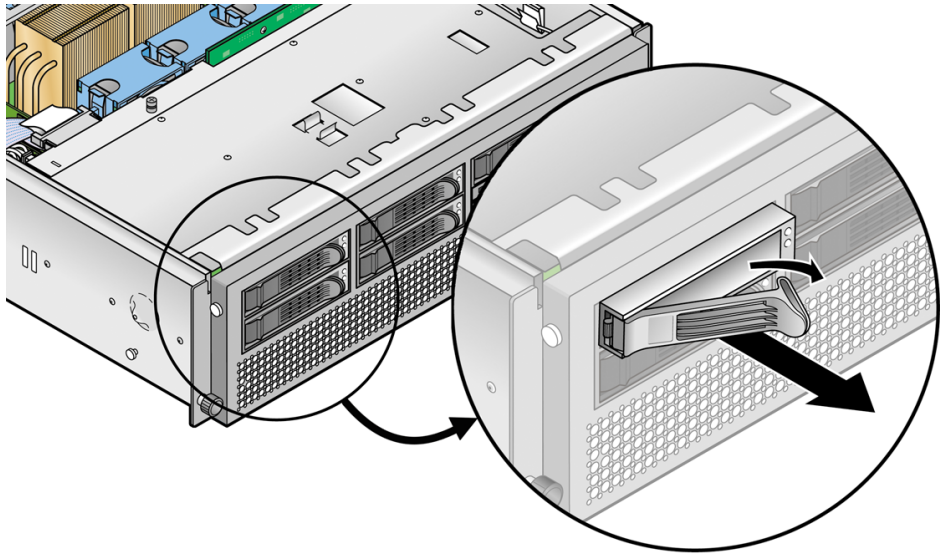

图 4-11 SCSI 硬盘驱动器托架和释放锁存器
2. 按下释放锁存器，然后尽可能地向左小心转动摇臂（请参见图 4-11）。